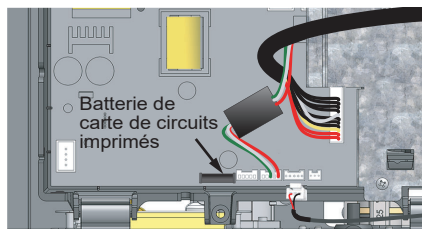

Figure 36 - Emplacement de la batterie sur la carte de circuit imprimé
- 4 Repérer l'emplacement de la batterie de type « fente pour pièce de monnaie » sur la partie inférieure de la carte de circuit imprimé, comme illustré dans la Figure 36.